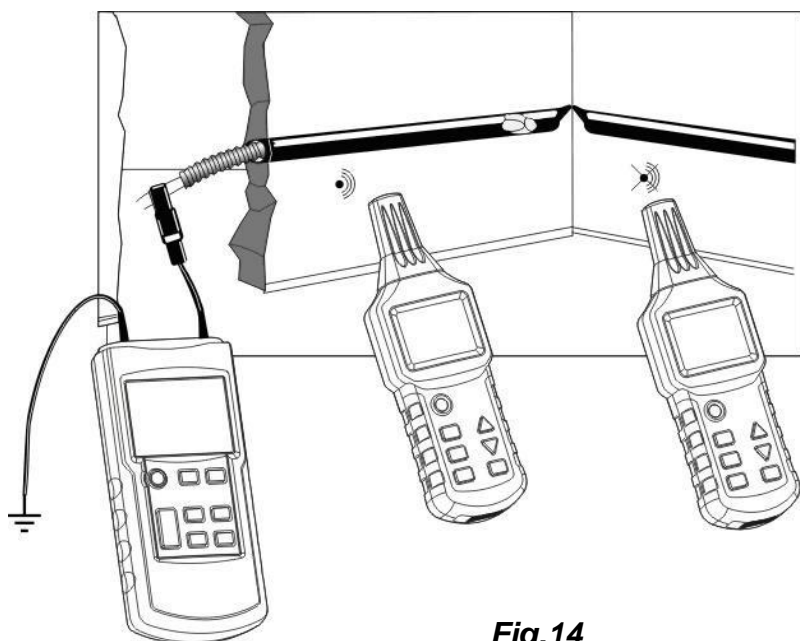

Fig.14
- **Senderen** forbindes til et fleksibel metallisk spiralformet rør og til en udligningsforbindelse som vist i Fig.14.